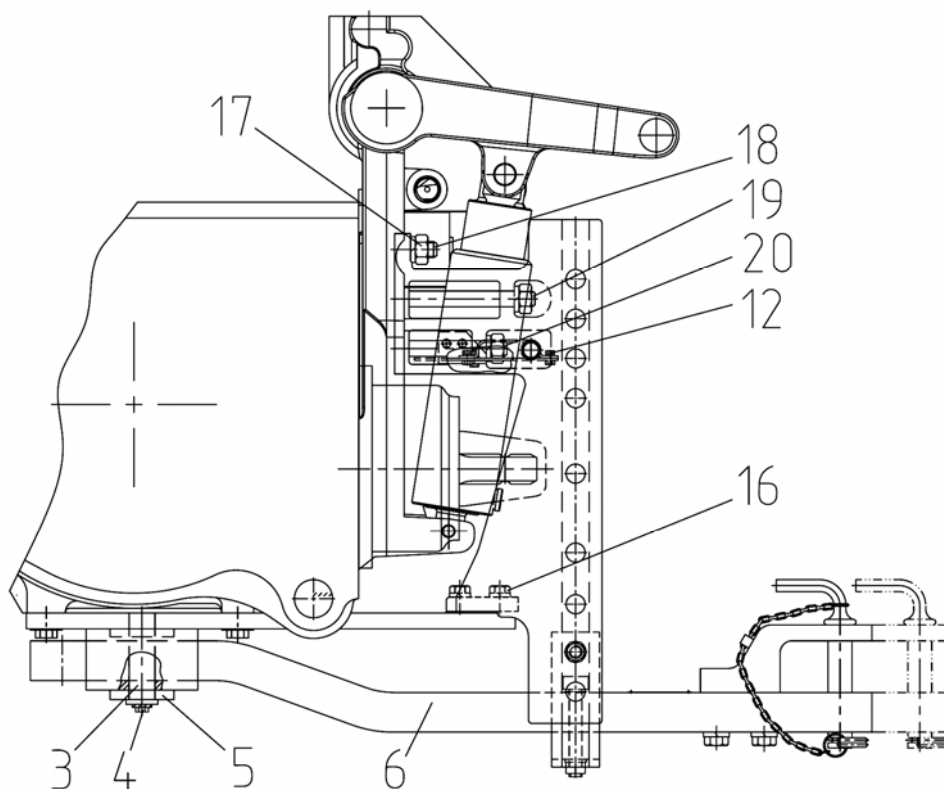

Рисунок 8.22
- 2) вытащите палец, предварительно отвернув болты (4) и сняв пластину (5) (**рисунок 8.22**)
- 3) сместите тягу (6) (**рисунок 8.22**);
1) шпильки (18), (19) и (20) (**рисунок 8.22**) вворачивайте резьбовой частью с тугой резьбой в корпус заднего моста – у нормальной резьбы, с противоположной стороны – фаска увеличена;